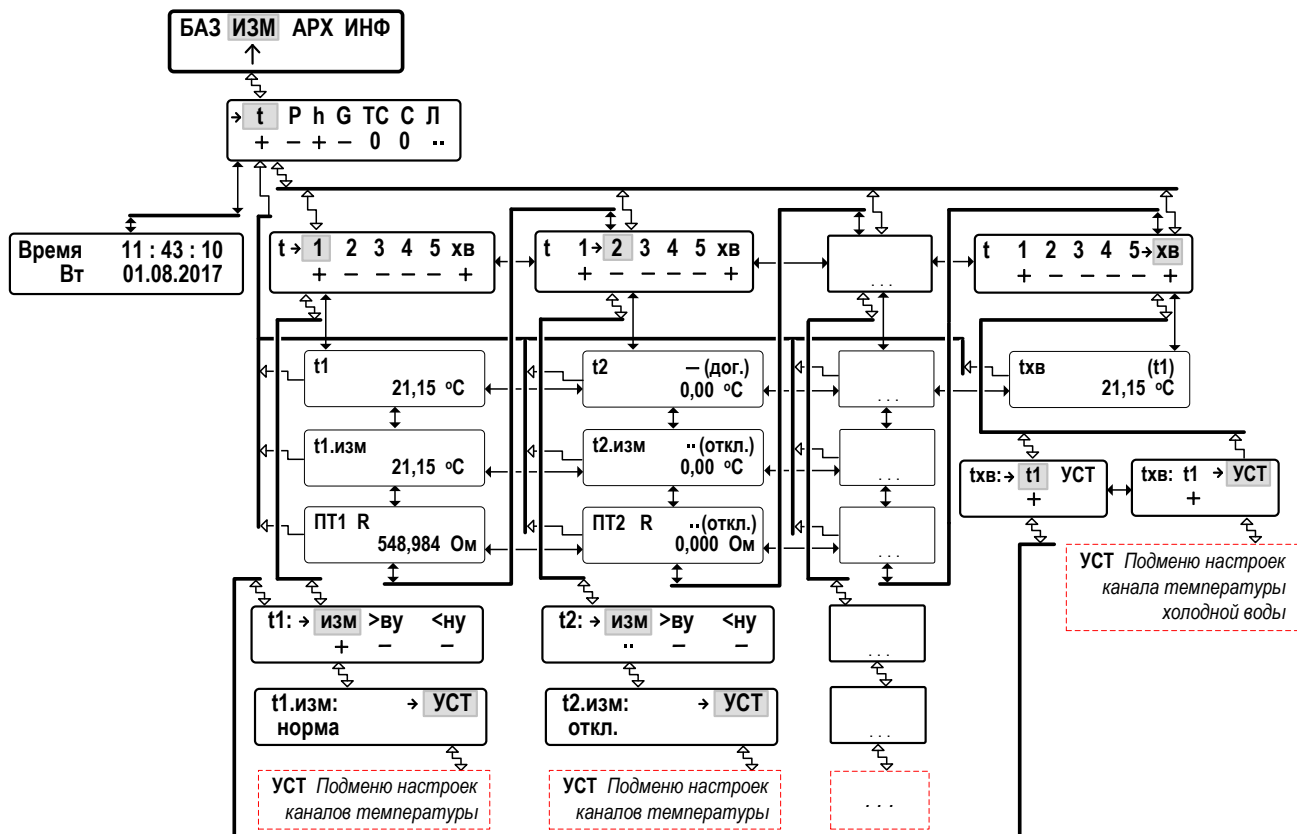

Рис.8. Структура меню с результатами измерения температуры.
5.3.2.2. Перемещение между окнами индикации в меню измерительных параметров показано на рис.8.
При наличии возможности входа в одно и то же подменю из разных меню (например, в **t1: изм >ву <ну**, рис.8) обратный переход в «стартовое» меню (по нажатию кнопки ) будет выполняться по маршруту вхождения в данное подменю.